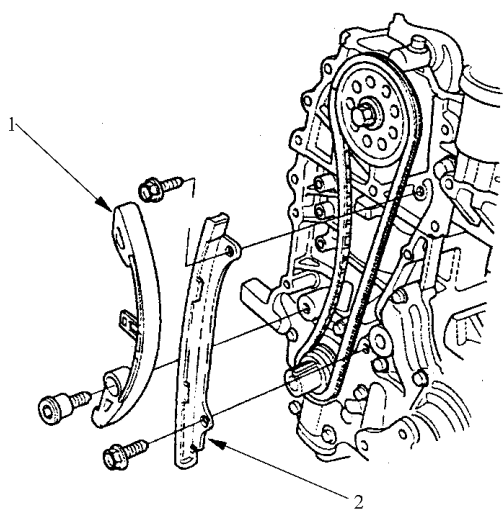

图 2-77 拆卸正时链导板
15) 如图 2-77 所示，拆下正时链张紧器和正时链导板。